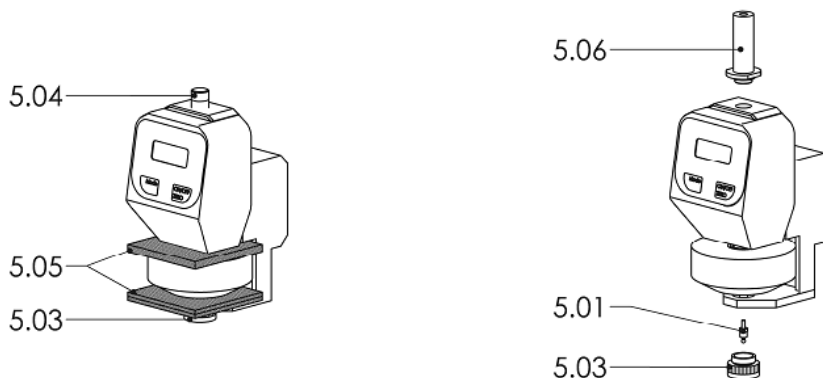

РИС. 10 ПОДГОТОВКА ИЗМЕРИТЕЛЬНОГО УСТРОЙСТВА IRHD N
- Открутите транспортировочный замок (5.04,Рис.10).
- Вытащите транспортировочные пластинки (5.05,Рис.10).
- Открутите прижимную планку (5.03,Рис.10).
- Выкрутите индентер (5.01,Рис.10).
- Выкрутите прижимную планку (5.03,Рис.10).
- Выкрутите адаптер (5.06,Рис.10)